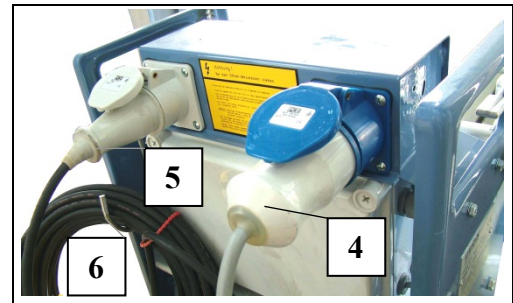

Fig. 32 Steckerleiste der Winde
- Das überschüssige Kabel sorgfältig aufrollen und am Haken (Fig. 32 Pos. 6) einhängen. - Sonst besteht Unfallgefahr durch Hängenbleiben oder Kabelbeschädigung.